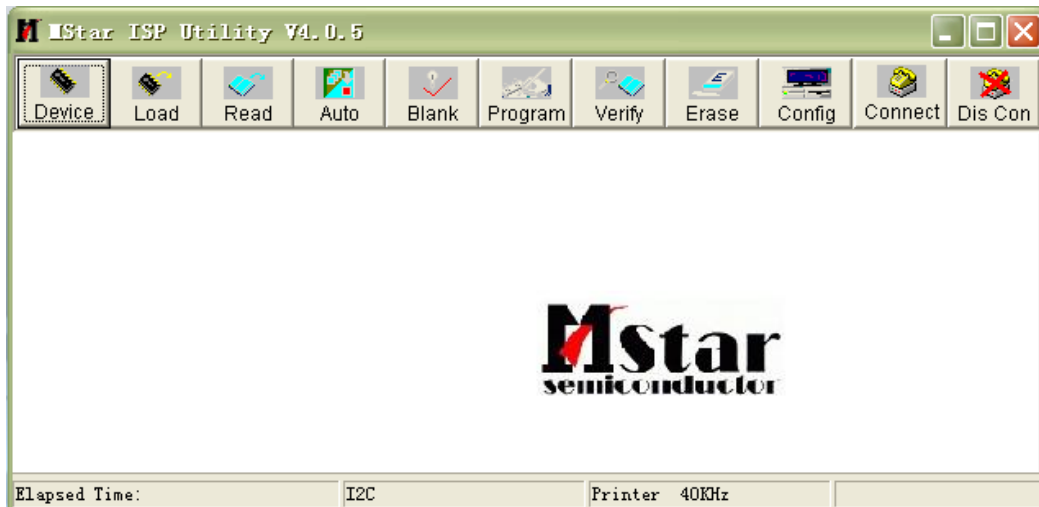

图 6.01
1) 电脑连接好升级工具，打开本调试资料包中的软件 ISP TOOLEXE，出现如图 6.01 所示界面。